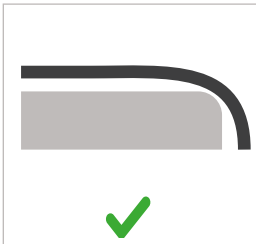
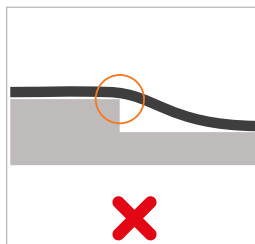

Abbildung 5
Abbildung 8
- ▶ Ziehen Sie den Schlauch nicht über scharfe Kanten (Abbildung 5 bis Abbildung 8).